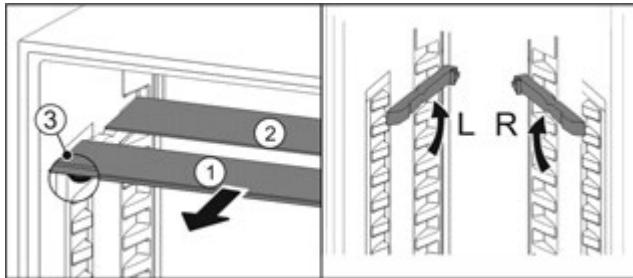

Fig. 69
- Посуньте Fig. 69 (1) скляну панель вперед.
- Скляна панель Fig. 69 (1) з декоративною планкою лежить спереду.
- Стопори Fig. 69 (3) показують вниз.